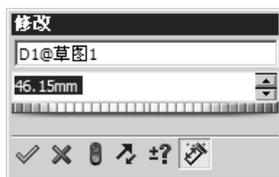

图 2.9.2 “修改”对话框
Step 4 确定尺寸的放置位置。在位置 2 单击鼠标左键，系统弹出“尺寸”对话框和图 2.9.2 所示的“修改”对话框。